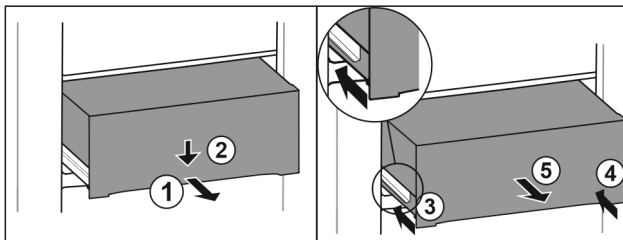

Fig. 208
- Estrarre il cassetto a metà. Fig. 208 (1)
- Premere il cassetto sul lato anteriore verso il basso. Fig. 208 (2)
- Spingere la guida sinistra di circa 2 cm verso l'interno. Fig. 208 (3)
- Spingere la guida destra di circa 2 cm verso l'interno. Fig. 208 (4)
- Rimuovere il cassetto tirandolo in avanti. Fig. 208 (5)